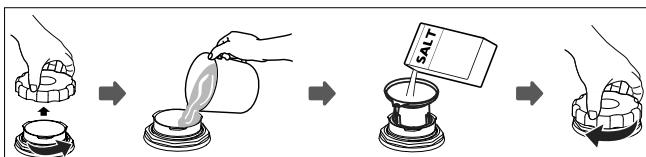

Fig. 13 – Llenado de sal
- ▶ Retire la cesta para vajilla (6) y desenrosque la tapa del depósito de sal (11).
- ▶ Antes del primer uso, añada aprox. 1 l de agua en el depósito de sal (véase Fig. 13).
- ▶ Con un medio auxiliar adecuado, p. ej., un embudo de uso doméstico, añada 130 g de sal para lavavajillas en el orificio del depósito de sal (11). Es normal que salga agua del depósito de sal.
- ▶ Una vez que haya llenado el depósito, vuelva a ensanchar la tapa en sentido horario (véase Fig. 13).